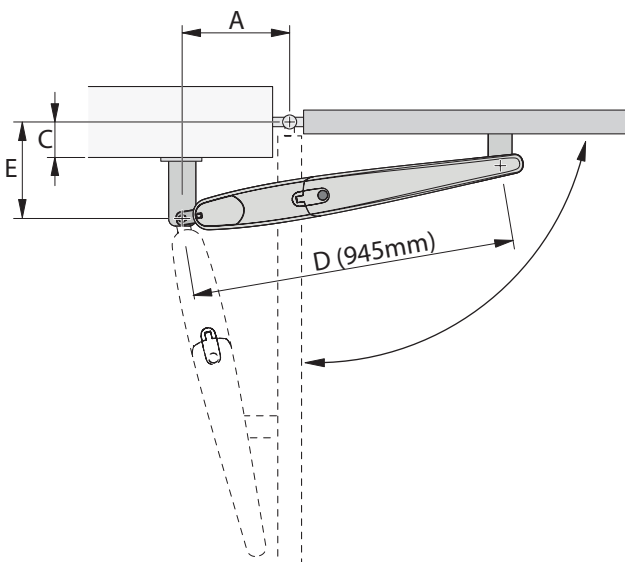

Fig. 2
**01.** Meça o valor "E", e depois trace uma linha recta horizontal sobre esse valor. Selecione um ponto nessa linha, tendo em conta o ângulo de abertura que pretende, de acordo com a coluna. Trace uma linha recta vertical a partir do ponto escolhido, para obter o valor A. Antes de proceder com a instalação, verifique que o valor A permite fixar o suporte traseiro, caso contrário escolha outro valor. Por fim, para fixar o suporte frontal mova o pistão até ao limite do curso (**see Fig. 2**).
01. Para a fixação do suporte de fixação frontal na folha do portão deve ter em conta o valor D (fig. 2).